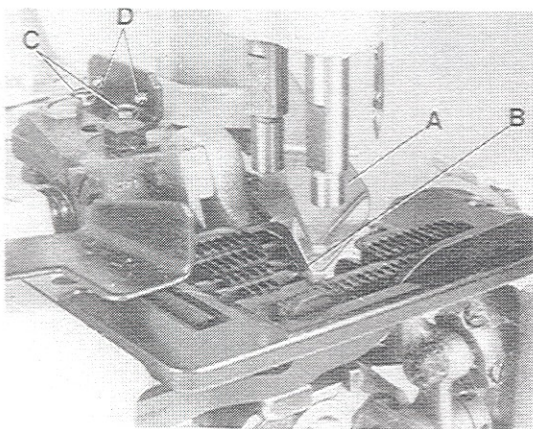

Fig. 24
The adhesive tape folder (A, Fig. 24) has to be assembled so, that it fits close to the bevelling of the cut-out in the throat plate (see Fig. 24). The inner lower edge of the folder mouth (B) must be flush with the top surface of throat plate, and set as far to the left in the throat plate cut-out so the adhesive tape will fully cover the closed bag opening. The folder bracket and the folder can be set accordingly after loosening screws (C and D, Fig. 24). Retighten screws.
Assemble the guide rollers for the adhesive tape and the bag guide rail as shown on page 46. Set the collars (E, Fig. 24 A) on the front guide roller and the collars (F) on the folder to the width of the used adhesive tape. Insert the adhesive tape as shown in Fig. 24 A.
Der Klebeband-Einfassapparat (A, Fig. 24) muß so montiert sein, daß er satt an der Schräge des Ausschnitts in der Stichplatte anliegt (siehe Fig. 24). Die innere untere Kante des Apparatemundstücks (B) muß mit der Stichplattenoberfläche eben sein und soweit nach links in den Stichplattenausschnitt gestellt werden, daß das Klebeband die zugenähte Sacköffnung voll umschließt. Der Apparatelhalter und der Apparat können nach Lösen der Schrauben (C und D, Fig. 24) entsprechend gestellt werden. Ziehen Sie die Schrauben wieder an.
Montieren Sie die Führungsrollen für das Klebeband und die Sack-Leitschiene wie auf Seite 46 gezeigt. Stellen Sie die Stellringe (E, Fig. 24 A) auf der vorderen Führungsrolle und die Stellringe (F) am Apparat auf die Breite des verwendeten Klebebandes ein. Legen Sie das Klebeband wie in Fig. 24 A gezeigt ein.